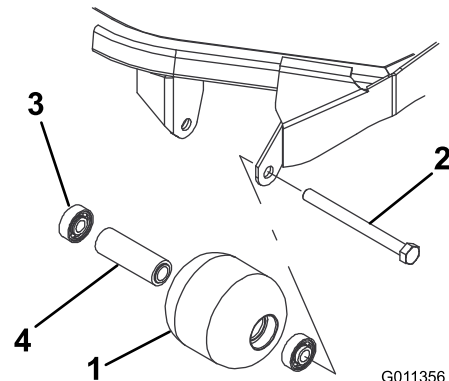

Bild 72
1. Entfernen Sie die Rollenbefestigungsschraube (Bild 72).
4. Prüfen Sie das Rollengehäuse, die Lager und das Distanzstück auf Beschädigungen (Bild 72). Tauschen Sie alle beschädigten Teile aus und bauen Sie alles wieder zusammen.
1. Drücken Sie das erste Lager in das Rollengehäuse (Bild 72). Drücken Sie dabei nur auf den äußeren Ring oder gleichmäßig auf die inneren und äußeren Ringe.
2. Setzen Sie ein Distanzstück ein (Bild 72).
3. Drücken Sie das zweite Lager in das Rollengehäuse (Bild 72). Pressen Sie dabei gleichmäßig auf den inneren und den äußeren Ring, bis der innere Ring das Distanzstück berührt.